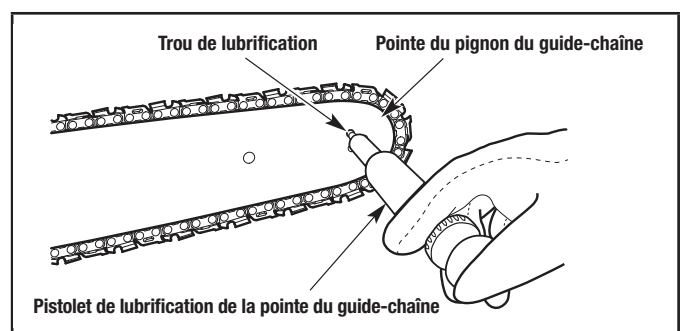

Figure 40
- Nettoyez soigneusement la pointe du pignon du guide-chaîne avec un chiffon humide (Fig. 40).
- Utilisez un pistolet de lubrification à pointe du guide-chaîne (non fourni) pour injecter de la graisse dans le trou de lubrification (Fig. 40). Injectez de la graisse jusqu'à ce qu'elle apparaisse sur le bord extérieur de la pointe du pignon du guide-chaîne.